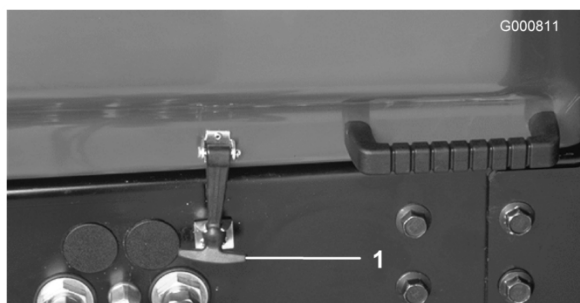

図 16
1. 平らな場所に駐車する。ラッチ（図 16）を外し、フードを持ち上げる。